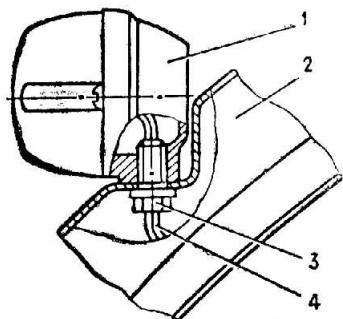

Рис. 41. Установка фонаря:
- фонари 1 указателей поворотов (рис. 41) поставить на щиток колеса 2 бокового прицепа и закрепить болтом 3, находящимся в комплекте деталей;